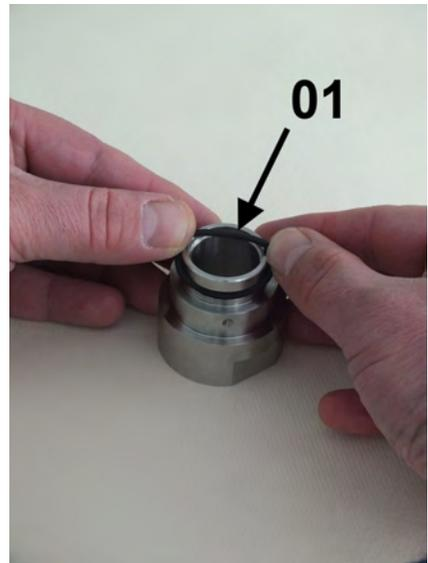
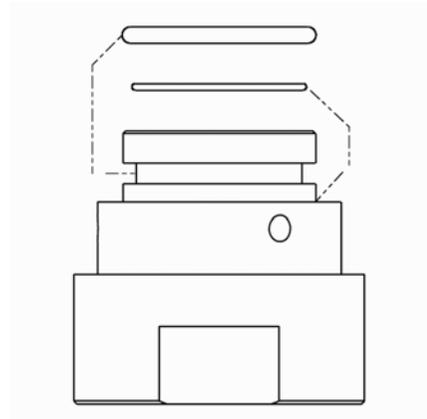

Abb. 40: O-Ring (Dichtung)
Abb. 42: Position der O-Ringe
1. → O-Ring (Dichtung) vorsichtig auf die Verschraubung aufziehen (Abb. 40/01), so dass er im oberen O-Ringsitz der Verschraubung sitzt (Abb. 42). Dabei darauf achten, dass der O-Ring nicht überdehnt wird
- 2.** ➤ O-Ring (Glaspuffer) vorsichtig auf die Verschraubung aufziehen (Abb. 41/01), so dass er im unteren O-Ringsitz der Verschraubung sitzt (Abb. 42). Dabei darauf achten, dass der O-Ring nicht überdehnt wird